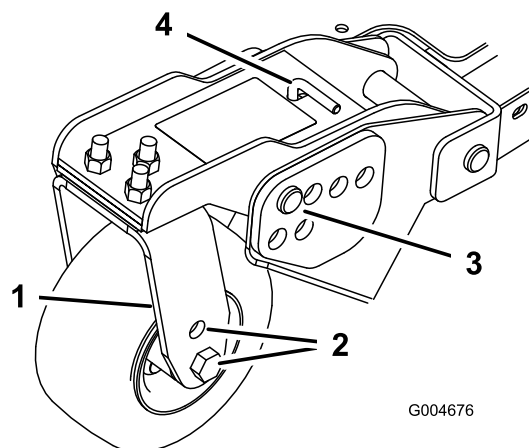
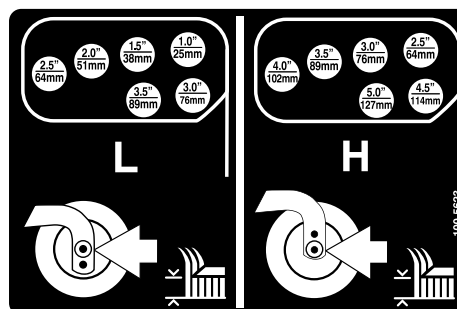

Bild 27
Bild 28
- Stecken Sie die Laufradachsen in allen Laufradgabeln in die gleichen Löcher (Bild 25 und Bild 27).
- Entfernen Sie den Splint und die Lastösenbolzen von den Laufradgelenkarmen (Bild 27).
- Drehen Sie die Spannstange, um den Gelenkarm anzuheben oder abzusenken, bis die Löcher mit den ausgewählten Löchern in der Schnitthöhenhalterung im Mähwerkrahmen ausgerichtet sind (Bild 27 und Bild 28).